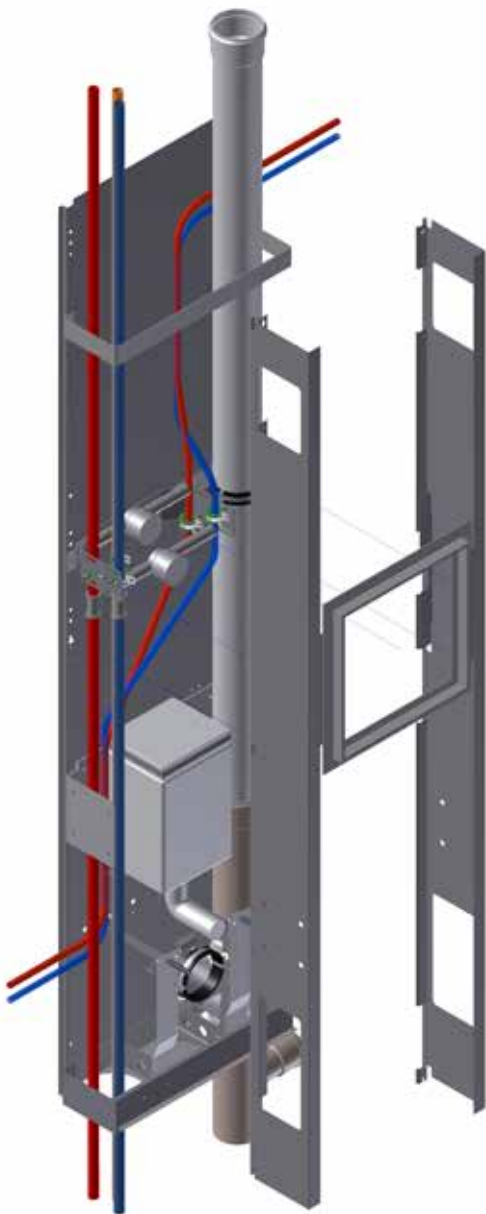

Bild 9. Bakstycket låses med plåtskruv enligt markeringarna i bilden.
- Lås sidorna in i bakstycket med plåtskruv från sidan (6 st). Se bild 9.